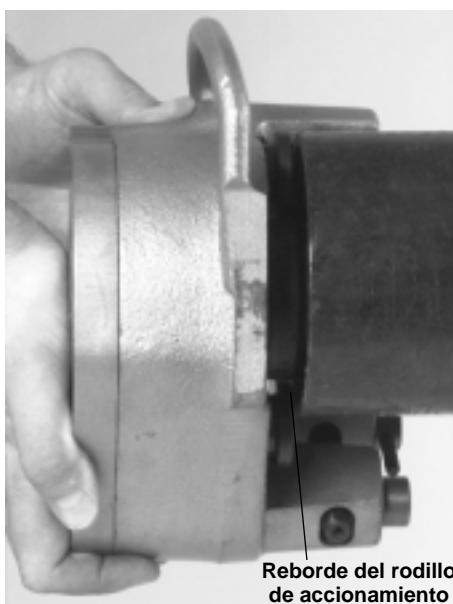

Figura 4 – Tubo en contacto con el reborde del rodillo de accionamiento
3. Empuje la Ranuradora 915 contra el tubo o cañería hasta que encaje completamente. El extremo del tubo debe quedar en contacto con el reborde del rodillo de accionamiento (*Figura 4*).